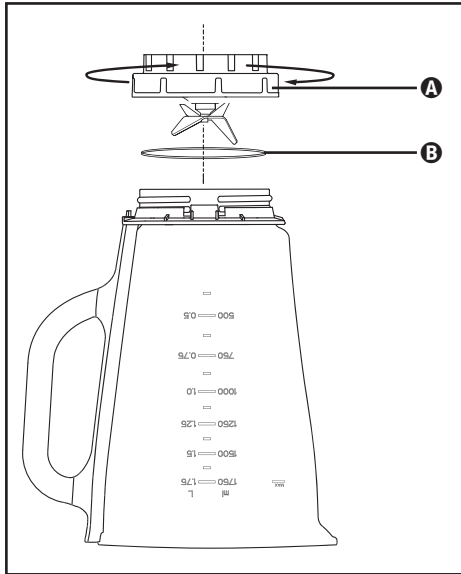

Bild 3
- 2) Vänd på produkten och vrid tillsatsen **A** motsols tills den lossnar från mixerbehållaren **3** (se bild 3).